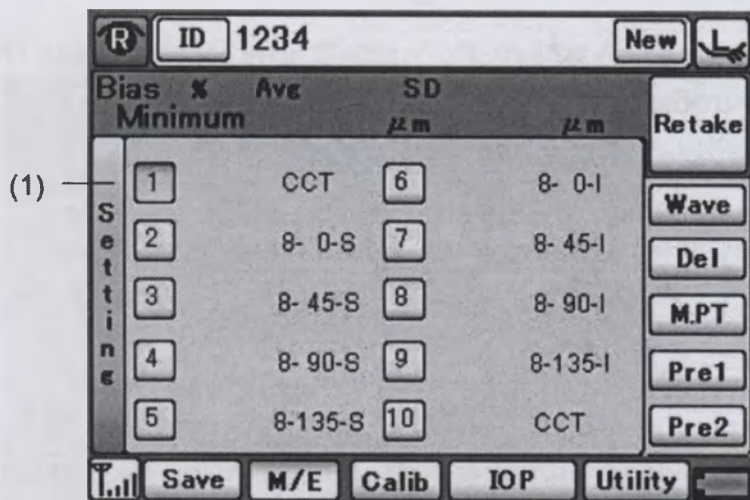

Рис. 1
1) Коснитесь кнопки "Setting" (1), чтобы открыть окно настроек (Рис. 1)
- 2) Коснитесь одной из кнопок режимов измерения "Meas Mode" (2) для выбора режима.
- 3) Коснитесь одной из кнопок диапазонов измерения "Meas Range" (3) для выбора диапазона измерения.
- 4) Выберите одну из кнопок "Data Display" (4) для выбора режима представления данных.
- 5) Коснитесь кнопки "Close" (5), чтобы вернуться в окно измерения (Рис. 1).